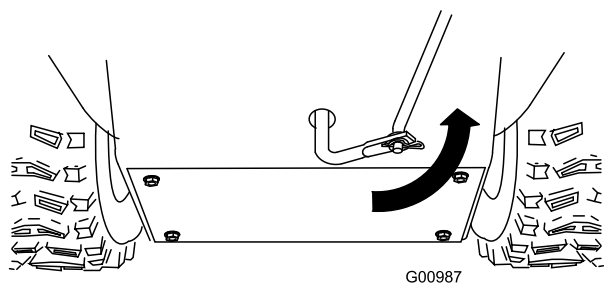

Figure 12
- Tournez le bras de liaison inférieur complètement vers le haut (sens antihoraire) (Figure 12).